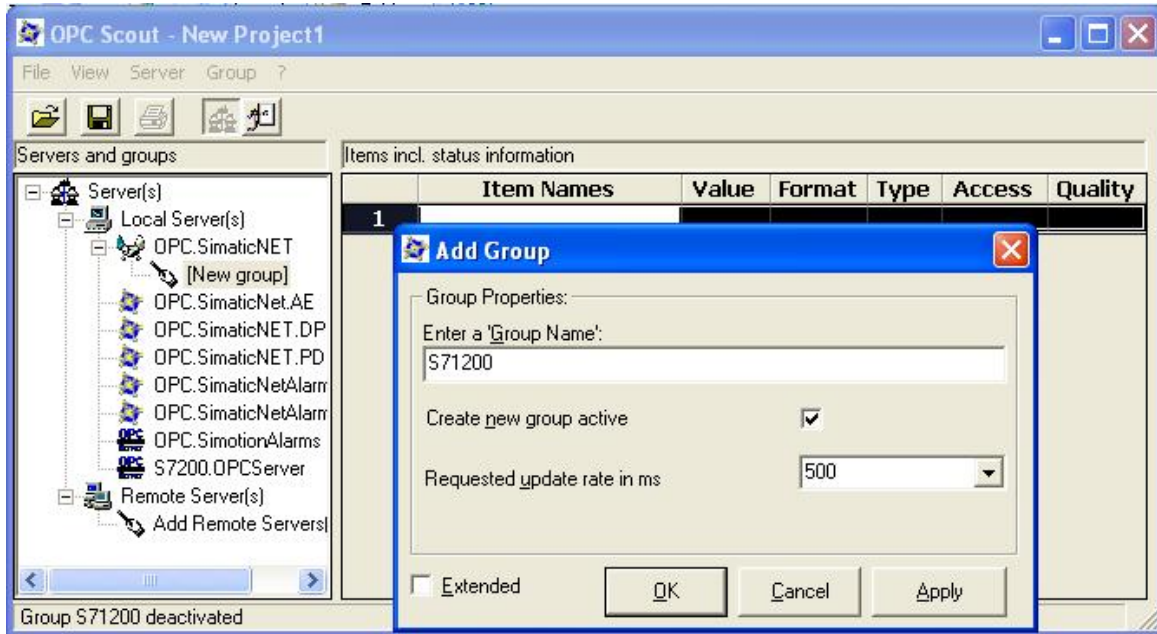

图 16 创建一个新的变量组
① 双击 OPC.SimaticNET，新建一个组并输入变量组的名称，例如 S7-1200。如图 16 所示。